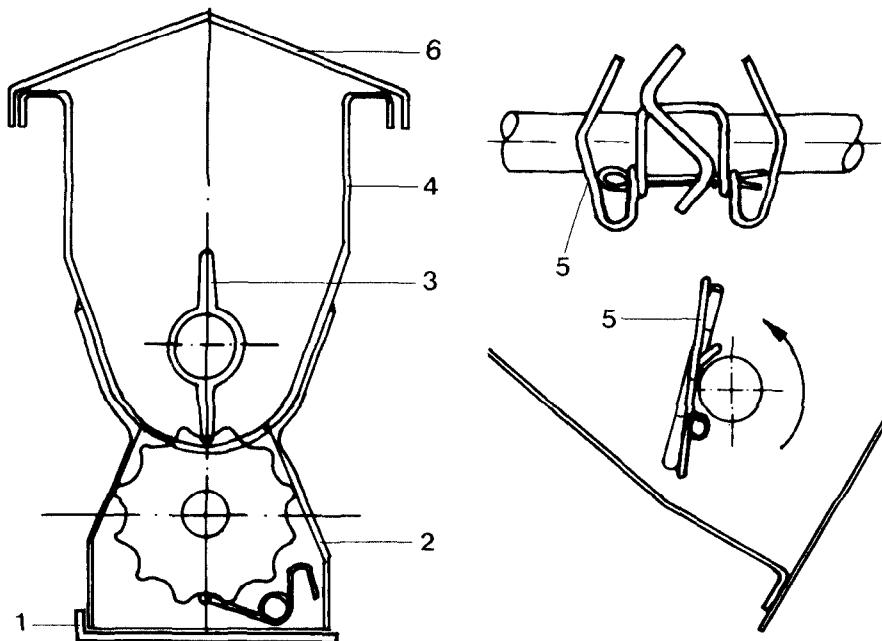
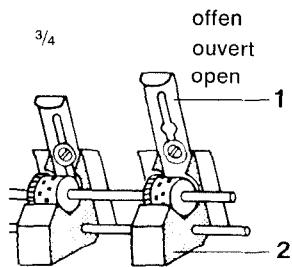

Fig. 46
Fig. 47
- a) Verschlußplättchen (Fig. 46/1) unter den Dosiergehäusen (Fig. 46/2) abnehmen. Falls einzelne Säraden nicht benutzt werden, müssen die Verschlußplättchen an den Dosiergehäusen über den nicht benutzten Säraden bleiben.
- b) Beizgerät mit Beizmittel füllen. Dabei muß die Gummirührwelle (Fig. 46/3) im Beizmittelbehälter (Fig. 46/4) senkrecht stehen. Diese Stellung wird durch Drehen am Antriebsrad der angehobenen Sämaschine erreicht. Beizgerät mit dem Deckel (Fig. 46/6) verschließen.
- i) Absperrschieber (Fig. 47/1) an Sägehäusen (Fig. 47/2) auf Stellung „ $\frac{3}{4}$ “ bringen, auch wenn in der Sätabelle Stellung „offen“ angegeben ist. Durch die intensive Rührwirkung der Rührbügel (Fig. 46/5) kann sonst Getreide über den Säradern unkontrolliert austreten.
Zum Entleeren des Beizgerätes ist die Gummirührwelle (Fig. 46/3) senkrecht zu stellen. Das komplette Beizgerät wird in der Lagerung außen am Saatkasten nach dem Lösen der Ringschraube nach unten gedreht. Die Beizmittelreste fallen dann in den Deckel (Fig. 46/6) und können leicht nach dem Abnehmen des Deckels entfernt werden.
Die größte Sicherheit bietet eine Abdrehprobe für das Beizmittel. Hierzu muß der Saatkasten geleert werden. Durch einige Umdrehungen an der Abdrehkurbel ist zu prüfen, ob aus allen Dosiergehäusen Beizmittel fällt. Dann werden die Dosiergehäuse unten durch die Verschlußplättchen (Fig. 46/1) verschlossen.
An der Abdrehkurbel wird nun mit der gleichen Anzahl Kurbelumdrehungen wie für die Getreideabdrehprobe gedreht. Hierbei fällt das Beizmittel auf die Verschlußplättchen (Fig. 46/1) unter den Dosiergehäusen (Fig. 46/2).
Die Verschlußplättchen (Fig. 46/1) werden nun vorsichtig abgezogen. Hierbei ist darauf zu achten, daß kein Beizmittel verschüttet wird. Das Beizmittel wird von den Verschlußplättchen auf ein Blatt Papier o. ä. geschüttet und mit einer Briefwaage gewogen.